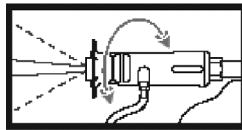

Figura 6
4. Gire la cubierta de la boquilla para ajustar el patrón de rociado de chorro a rociado amplio (Figura 6).